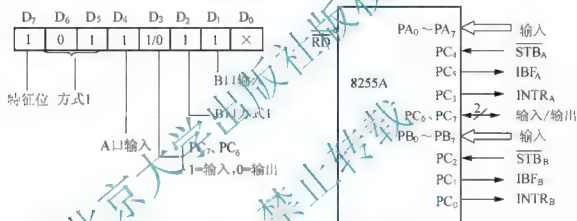

图 7.4 方式 1 下 A 口、B 口均为输入
(1) 方式 1A 口、B 口均为输入方式, 其控制字格式和连接图如图 7.4 所示。